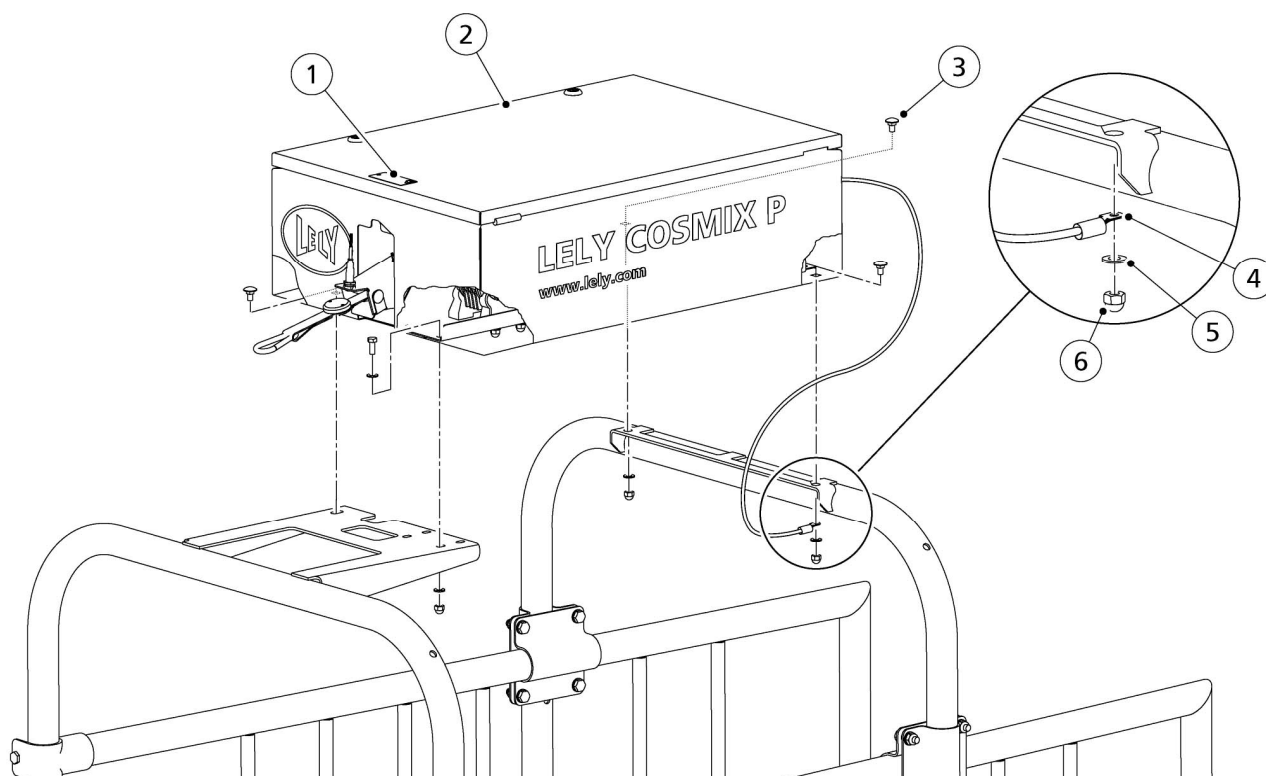

Abbildung 20. Installation der Steuereinheit
1. Legen Sie die Steuereinheit (2, abb. 20, Seite 5-9) so auf die Montagelaschen zwischen dem vorderen und hinteren Portalrahmen, dass die CE-Kennzeichnung (1) zur Rückseite und die Kabeldurchführung zur Vorderseite zeigt.
4. Achten Sie darauf, dass das Erdungskabel an der Schraube (1) der Steuereinheit angeschlossen ist.
5. Führen Sie das Erdungskabel (15) durch die Kabeldurchführung.
6. Stecken Sie eine Schlossschraube (3, abb. 20, Seite 5-9) durch das Loch im Boden der Steuereinheit und die Montagelasche im vorderen Portalrahmen.
7. Schließen Sie den Kabelschuh (4) des Erdungskabels mit Hilfe einer Unterlegscheibe (5) und einer Hutmutter (6) an die Schlossschraube an.